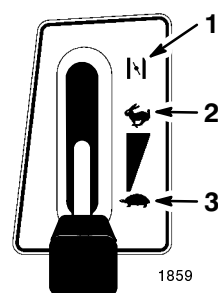

Abbildung 8
4. Den Gashebel auf "CHOKE" stellen (Abb. 8).
6. Nachdem der Motor angesprungen ist, den Gashebel langsam auf Position "FAST" schieben (Abb. 8). Wenn der Motor aussetzt oder unregelmäßig läuft, den Gashebel für ein paar Sekunden wieder zurück auf Position "CHOKE" stellen. Dann den Gashebel auf "FAST" stellen. Diesen Vorgang nach Bedarf wiederholen.
1. Den Gashebel auf "FAST" (SCHNELL) stellen (Abb. 8).